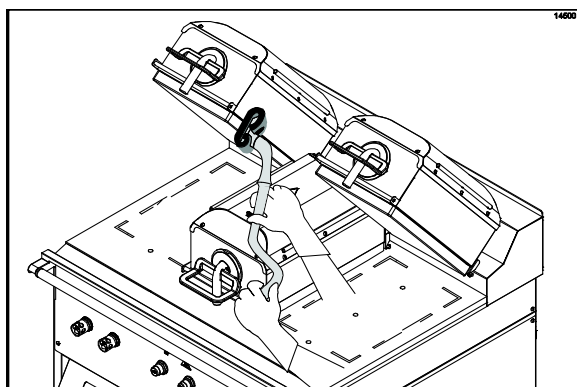

Figura 55
22. Aplique a solução de limpeza do grill nas bordas internas dos platen direito e esquerdo. (Veja a Figura 55.)